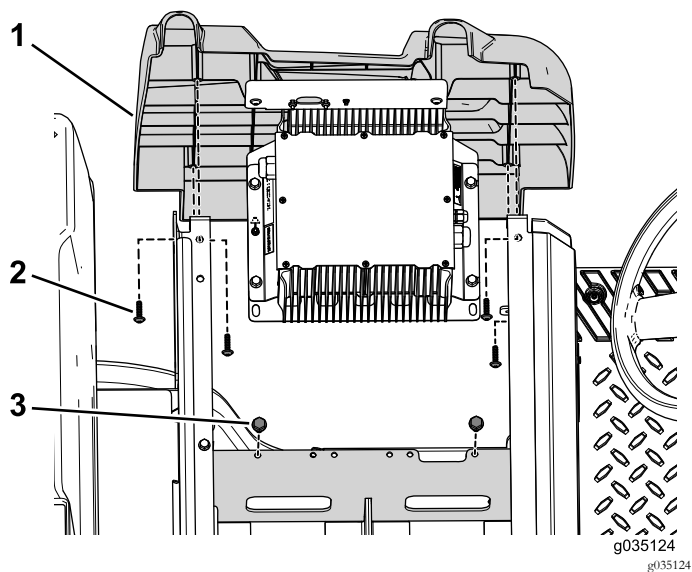

图56
4. 拧下将充电器支架固定到电池托盘上的 2 个螺栓图 56。
5. 拧下将左侧盖固定到机器的 4 个自攻螺丝图 56。